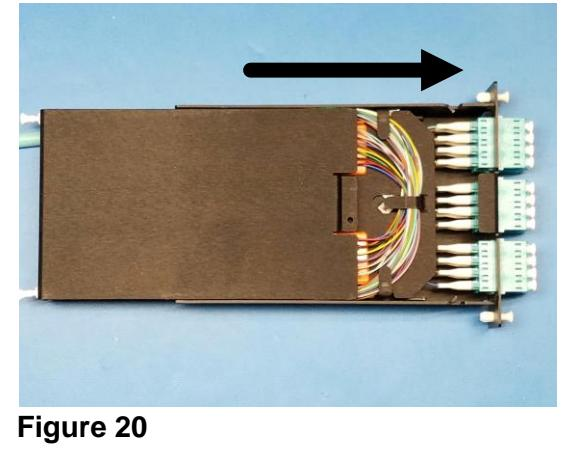

Figure 20
- 4.11 Poser le couvercle supérieur (**figure 20**).